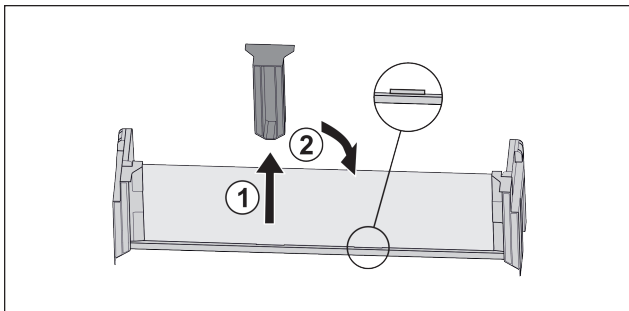

Fig. 90
- ▶ Retirar la pieza de sujeción central Fig. 90 (1).
- ▶ Colocar la pieza de sujeción central en la segunda posición Fig. 90 (2).